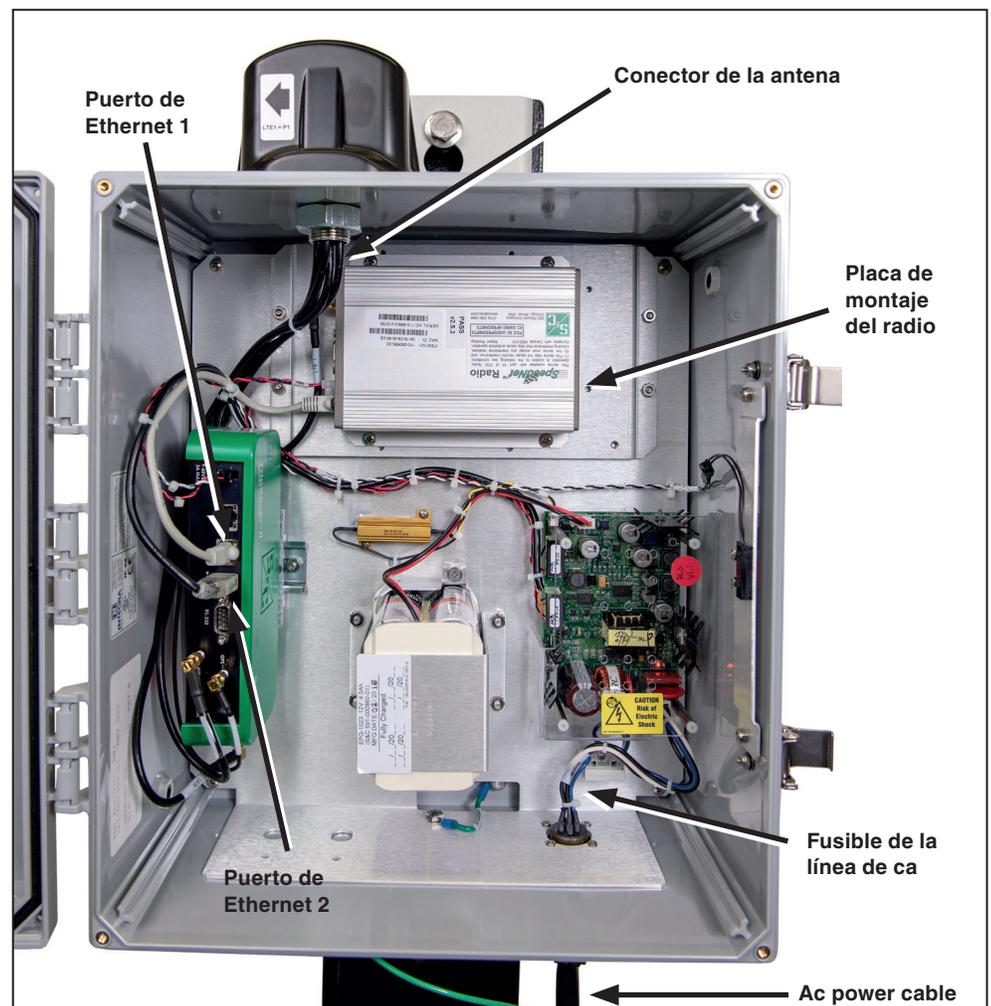

Figura 4. Instalación de un radio.
Un radio que proporciona capacidad de red en el área de campo para aplicaciones de SCADA, si es especificado, se suministra instalado de fábrica en el gateway de comunicaciones. Alternativamente, el cliente puede instalar un radio proporcionado por el mismo usuario. Vea la Figura 4.
PASO 1. Desconecte el cable de energía de ca conectado en el fondo del gateway y después desconecte el fusible de la línea de ca ubicado en el rincón derecho de la parte baja de la caja del gateway. Vea la Figura 4 en la página 11.
PASO 2. Remueva el radio de la red del área del campo existente. Vea la Figura 4 en la página 11.
El gateway de comunicaciones tiene acceso vía una interfaz de un navegador de Red. Conecte una Computadora Personal con un cable de Ethernet CAT5 al Puerto 1 de Ethernet del gateway de comunicaciones. Vea la Figura 4 en la página 11. La configuración predeterminada de la dirección IP del gateway de comunicaciones es 192.168.1.1 con el DHCP ajustado en “Encendido”. Para unirse a la red del gateway de comunicaciones, ajuste la dirección de la red de la PC en “Obtain an IP Address Automatically” (“Obtener una Dirección IP Automáticamente”) y “Obtain DNS Server Address Automatically” (“Obtener una Dirección de Servidor DNS Automáticamente”) bajo los ajustes de la dirección LAN de la PC para habilitar una conexión de red con el gateway de comunicaciones. Alternativamente, se puede utilizar una dirección IP estática dentro de la red 192.168.1.x. Vea la Figura 9.